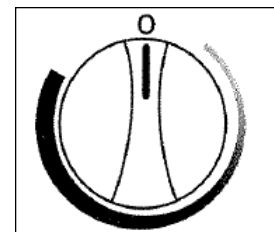

Fig. 2
- Pour arrêter le cabinet à vins (arrêt du refroidissement), tournez le bouton de commande de la temp. à la position «0» (OFF) (voir la Fig. 2).
- Tournez la commande en position «OFF» (0) pour couper temporairement le cycle de refroidissement. Lorsque le cabinet à vins n'est pas utilisé pendant une longue période, débranchez la prise de courant et laissez la porte partiellement ouverte. Régler la commande à la position "OFF" pour arrêter temporairement le cycle de refroidissement. Si le refroidisseur de vin ne doit pas être en marche pendant quelques temps, débrancher la prise et laisser la porte entre-ouverte.